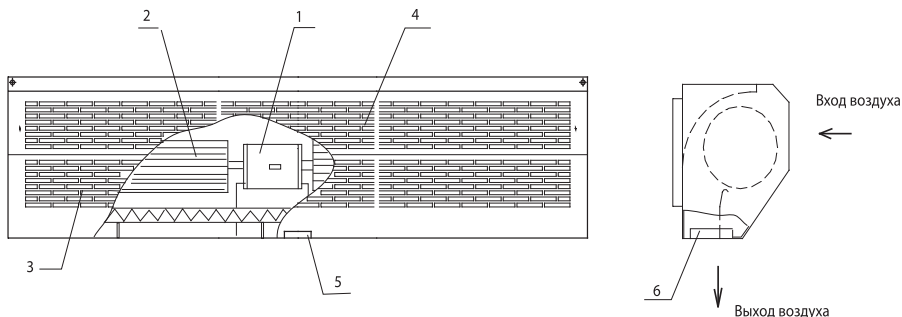

Рис. 1 – Устройство тепловой завесы
4.1 Завеса представляет собой устройство, в металлическом корпусе которого установлен вентилятор барабанного типа с электродвигателем и нагревательный элемент типа РТС (рис. 1).